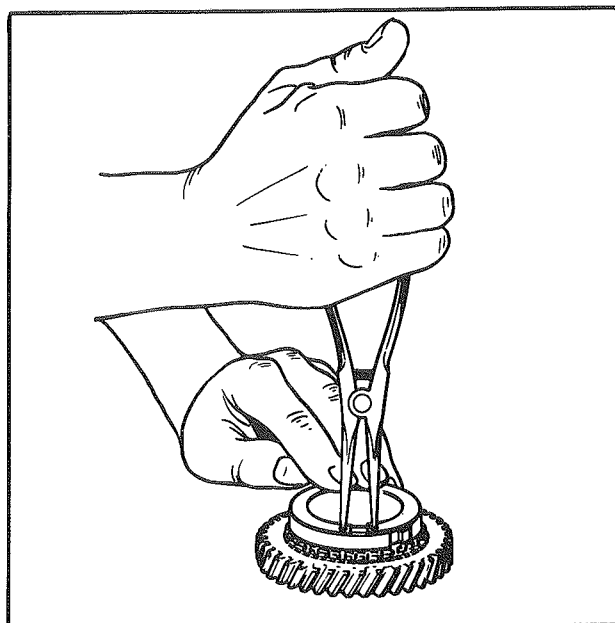

Fig. 18
- Déposer l'arrêt élastique, utiliser une pince à circlip puissante avec un très bon ergotage (fig. 18).